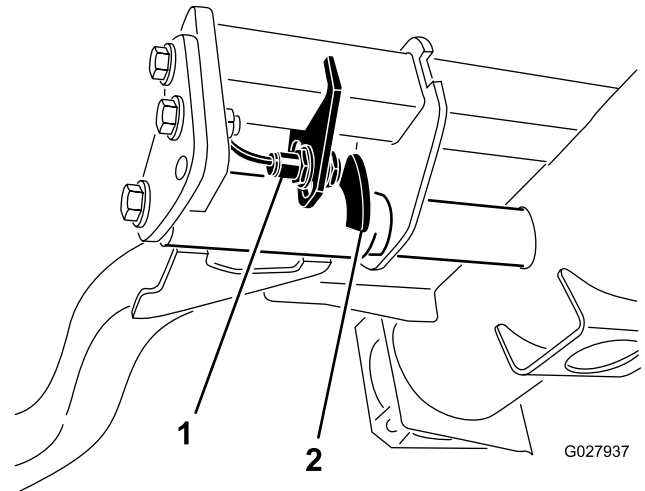

Figure 36
2. Le contacteur des bras de relevage se trouve sous le réservoir hydraulique, derrière le bras de relevage avant droit (Figure 36).
3. Desserrez les vis de fixation du contacteur (Figure 36) et descendez le contacteur pour augmenter la hauteur du changement de direction des bras de relevage ou montez-le pour réduire la hauteur du changement de direction.